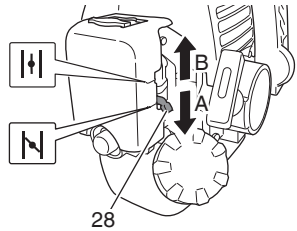

Fig. 17
- (3) Ajuste la palanca del estrangulador (28) en la posición de arranque START (cerrado) (A). (Fig. 17)
- (5) Cuando escuche el amago de arranque del motor, devuelva la palanca del estérter a la posición RUN (abierto) (B). (Fig. 17)